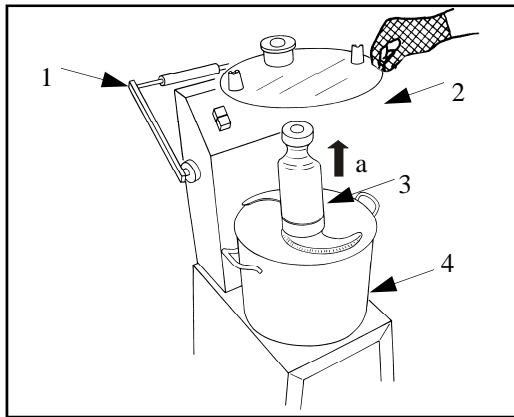

ABB. Nr. 10 -Reinigung der Maschine
### 6.2 - REINIGUNG DER MASCHINE (siehe ABB. Nr. 10)
**NB.:** Während der Reinigung der Maschine immer Schutzhandschuhe tragen (siehe ABB. Nr. 10).